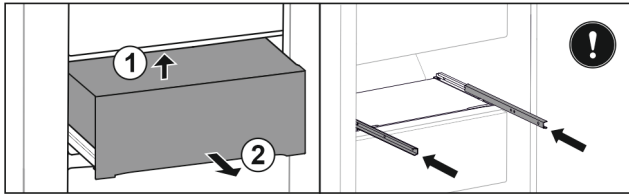

Fig. 135
- ▶ Lyft utdragslåda underifrån i bak. Fig. 135 (1)
- ▶ Ta ut utdragslåda genom att dra den framåt. Fig. 135 (2)